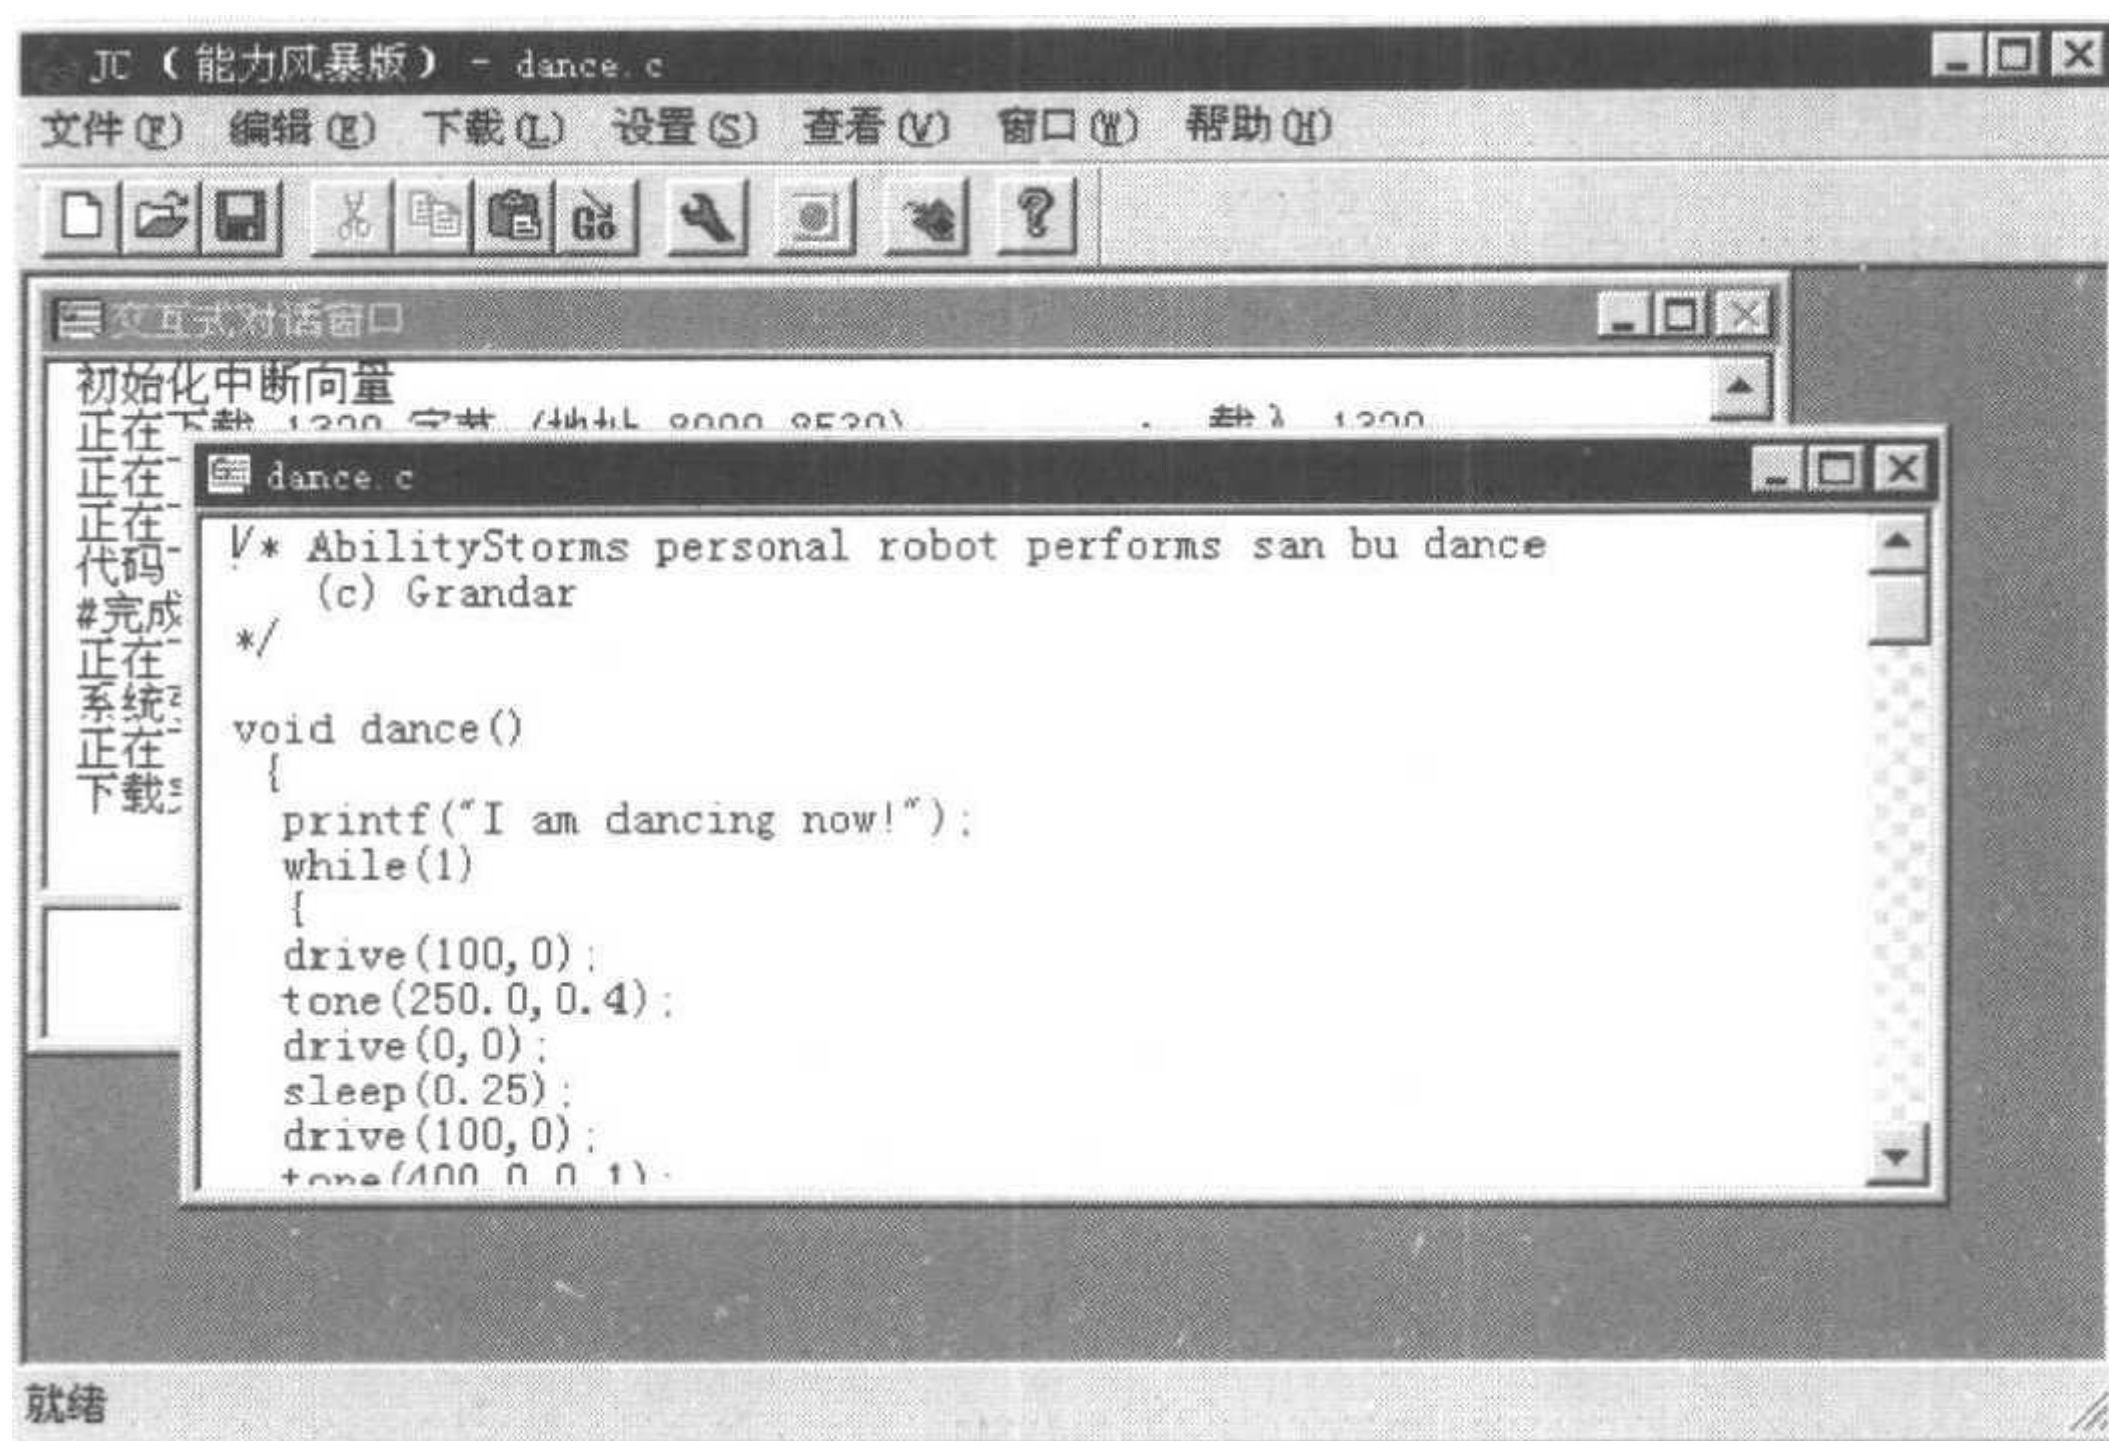

图 1.34 程序文件窗口
(1) 打开文件夹：在 JC 窗口文件菜单栏中选择“文件”菜单，点击“打开”命令或单击  图标。
(2) 选择文件：在打开的 JC 对话框中，选择“Jc10”文件夹→“libs”文件夹→“dance.c”程序文件，然后打开“dance.c”程序文件，于是 JC 窗口中出现了-一个名为“dance.c”的文件窗口，如图 1.34 所示。